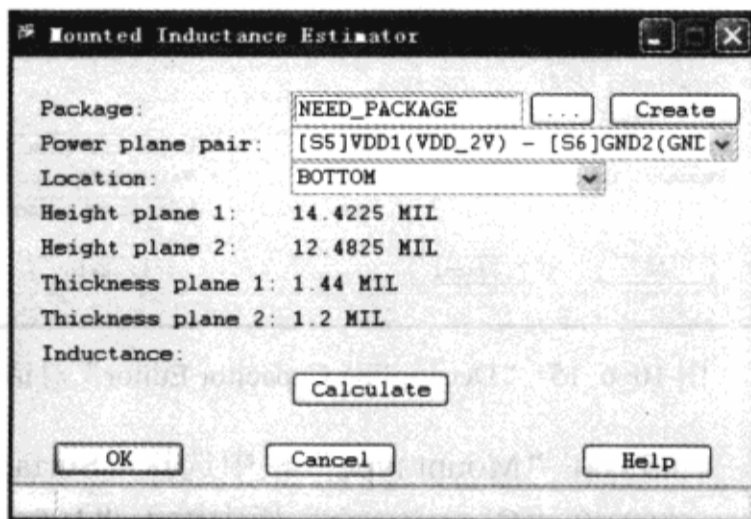

图 10-6-21 “**Mounted Inductance Estimator**”对话框
(3) 单击“**Mounted inductance**”栏旁边的“**Estimate**”按钮，弹出“**Mounted Inductance Estimator**”对话框，如图 10-6-21 所示。接下来将为这个电容器创建一个临时封装模型，电源完整性工具需要知道电容器的封装信息才能进行计算，因此需要创建临时封装。